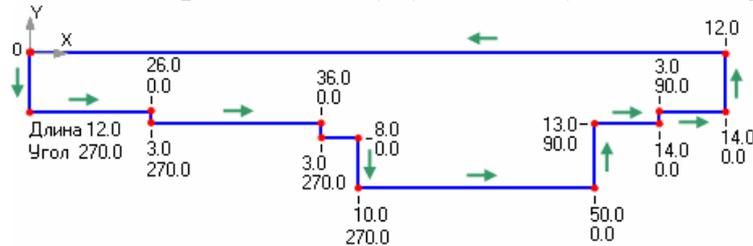

Рис. 1
4. Нажмите кнопку *Непрерывный ввод объектов*  на панели *Геометрия* . Постройте замкнутую ломаную линию (рис. 1).